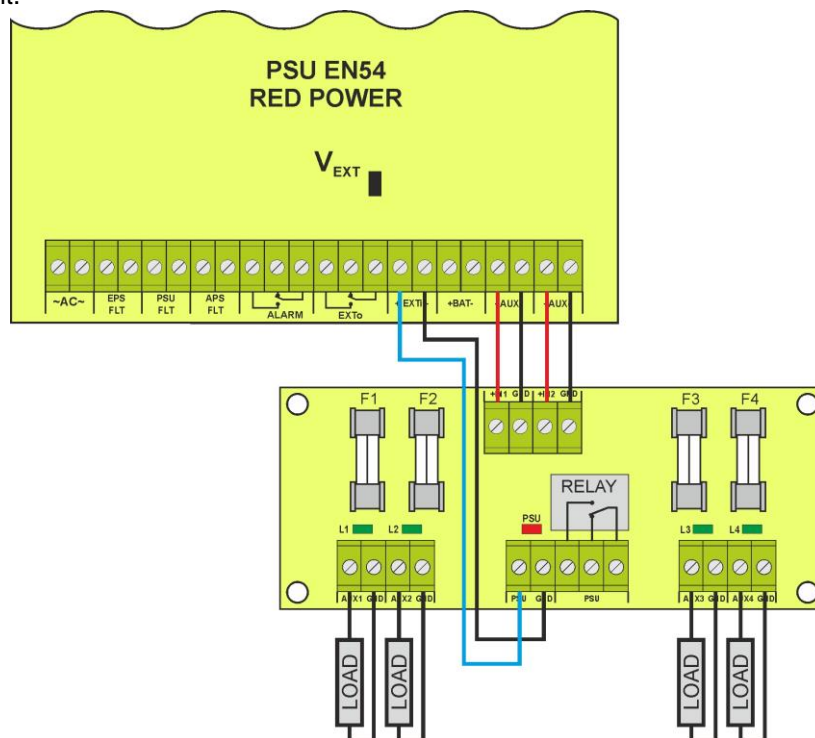

Abb.14. Anschlussweise des Sicherungsmoduls.
- Umschaltung des Relaisausgangs PSU auf den spannungslosen Zustand (Kontakte wie in der Abb. 14)